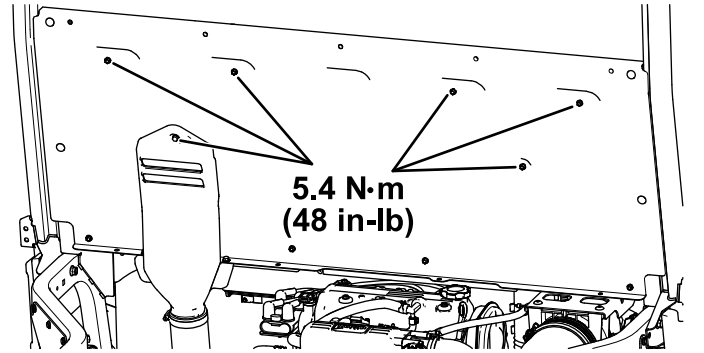

Figure 30
- H. Serrez les 5 boulons à tête hexagonale à embase ($\frac{1}{4}$ " x $\frac{3}{4}$ ") et le boulon captif fixé au capot d'admission de CVT à 5,4 N·m, comme montré à la Figure 30.